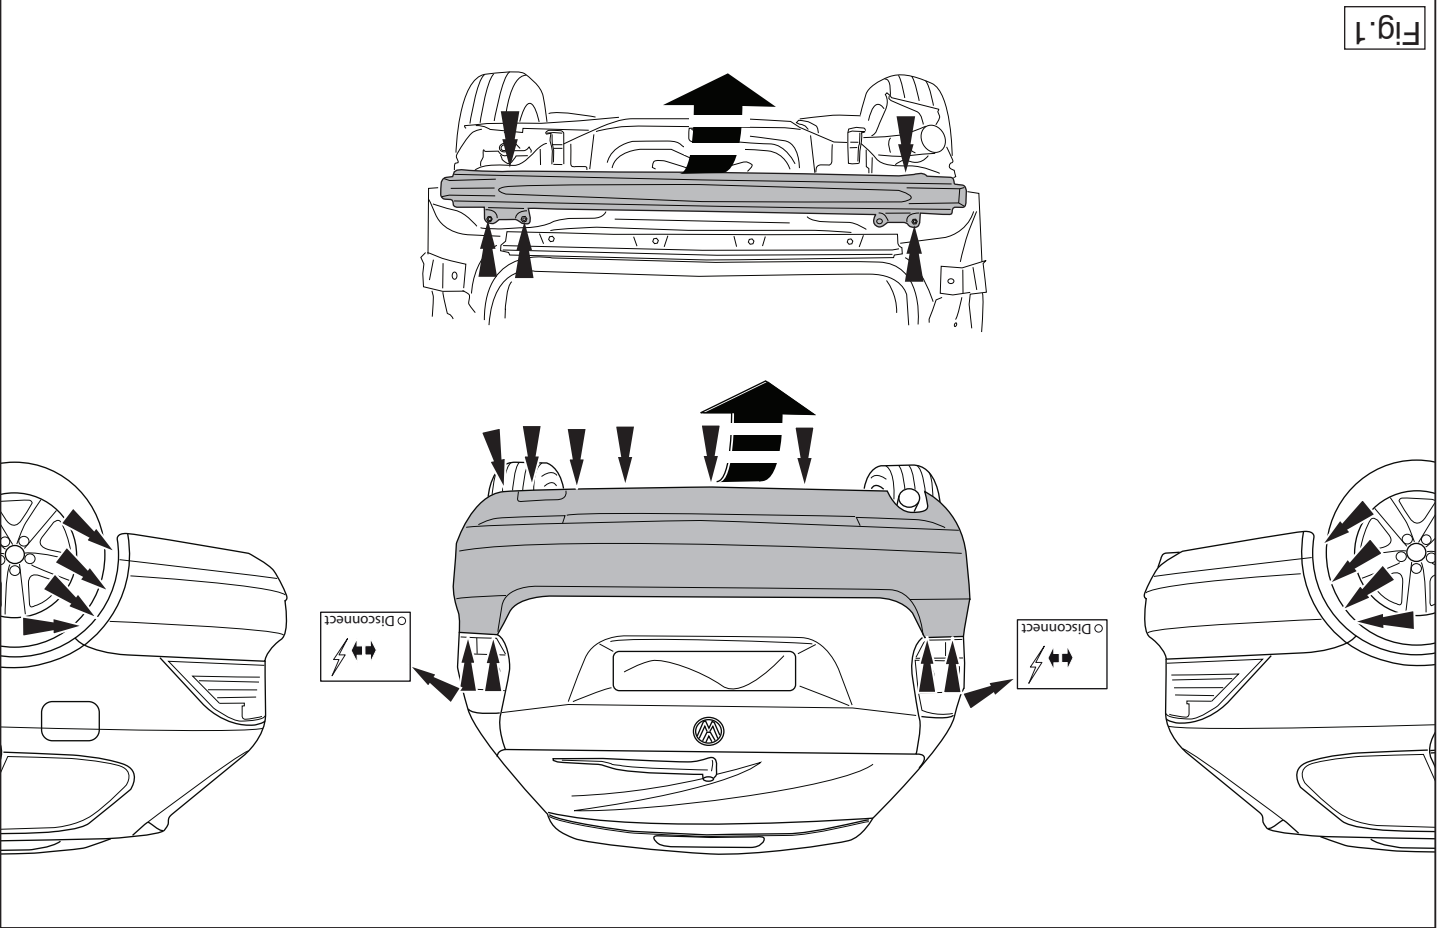

Fig.1
2. Remove bumper (Torx head screws around each wheel arch, along lower edge of rear panel, beneath each light cluster (light cluster must be removed), and the steel buffer beam from the vehicle. The buffer beam will no longer be needed. Replace the bolts. See figure 1
2. Die Stoßstange einschließlich des stählernen Stoßbalkens vom Fahrzeug abmontieren: Der Stoßbalken wird nicht mehr benötigt. Die Schrauben wieder anbringen. Abbildung 1.
2. Déposer le pare-chocs du véhicule y compris la traverse en acier ; la traverse ne sera plus utilisée. Remettre les boulons de fixations en place. Voir la figure 1.
2. Demonter kofangeren, inklusive køretøjets stålstødbjælke. Denne bliver overflødig. Sæt bolte på plads igen. Se fig. 1
2. Снять бампер вместе со стальным буферным брусом автомобиля буферный брус больше не понадобится. Поставить болты на место. См. рисунок 1.